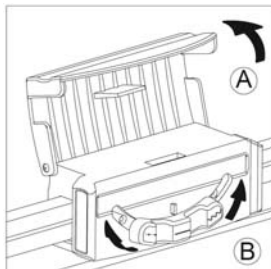

Figura 5
- 1 Abra la cubierta del cabezal cortador (figura 5, A).
- 2 Mueva el selector para obtener la figura de corte deseada (figura 5, B).